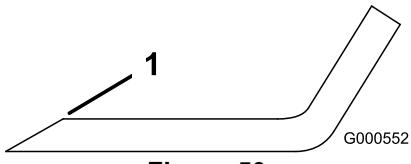

**Figure 49**
Tenez la lame à son extrémité avec un chiffon ou un gant épais. Enlevez de l'axe, le boulon, la rondelle bombée, le renfort et la lame (Figure 49).
1. Placez la lame sur l'axe (Figure 49).
2. Montez le renfort, la rondelle bombée (face concave vers la lame) et le boulon de lame (Figure 49).